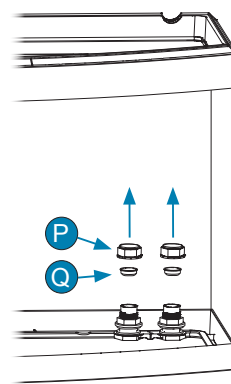

Fig. 1
- Desenrosque el tapón (P) manualmente y retírelo (Q) de la abertura (O) (Fig. 1). **IMPORTANTE:** conserve los tapones (P) y (Q) para cualquier uso futuro.
1. Desenrosque con la mano el tapón (P) y saque el tapón (Q) de la abertura (I) (Fig. 1). Importante: conserve los tapones (P) y (Q) para cualquier uso futuro.